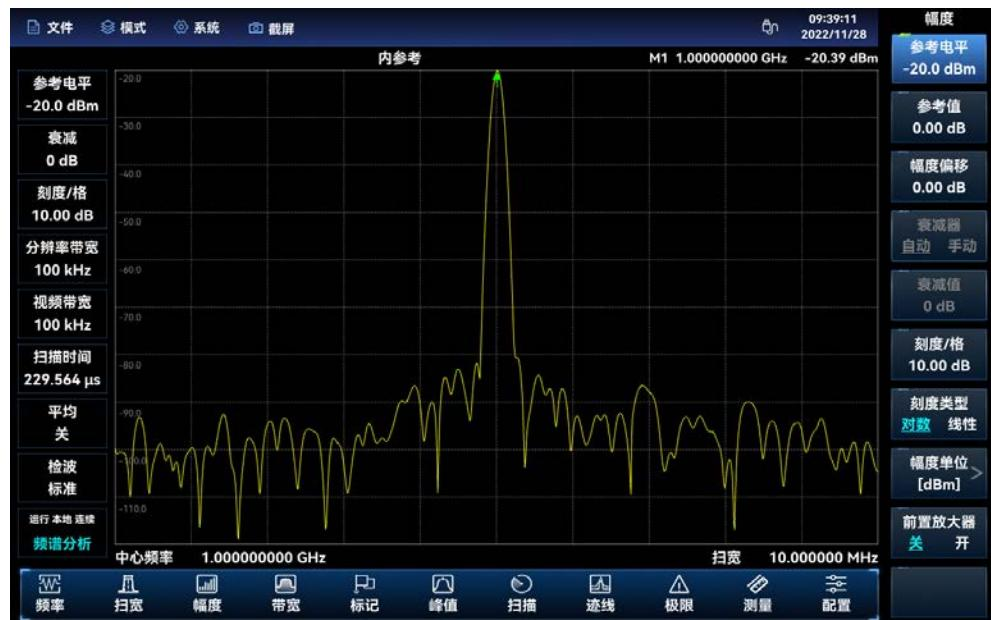

图 3.4 -20dBm 参考电平
- 通常, 将信号峰值置于参考电平位置可获得最佳的幅度测量精度, 如图 3.4 所示。按【幅度】→[参考电平], 将参考电平设置为标记幅度值。